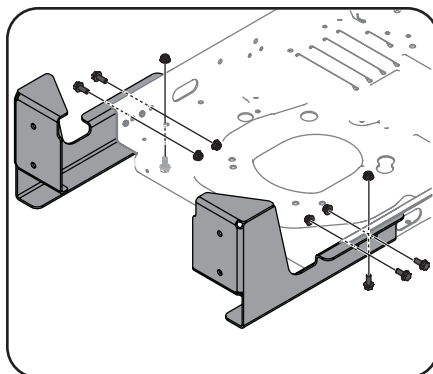

Figure 4-2
1. Fixez l'ensemble de supports de montage sur l'appareil avec six boulons hexagonaux (710-04043) et six écrous autobloquants à bride (712-04063) de l'ensemble de quincaillerie 689-00567. Voir Figure 4-2.